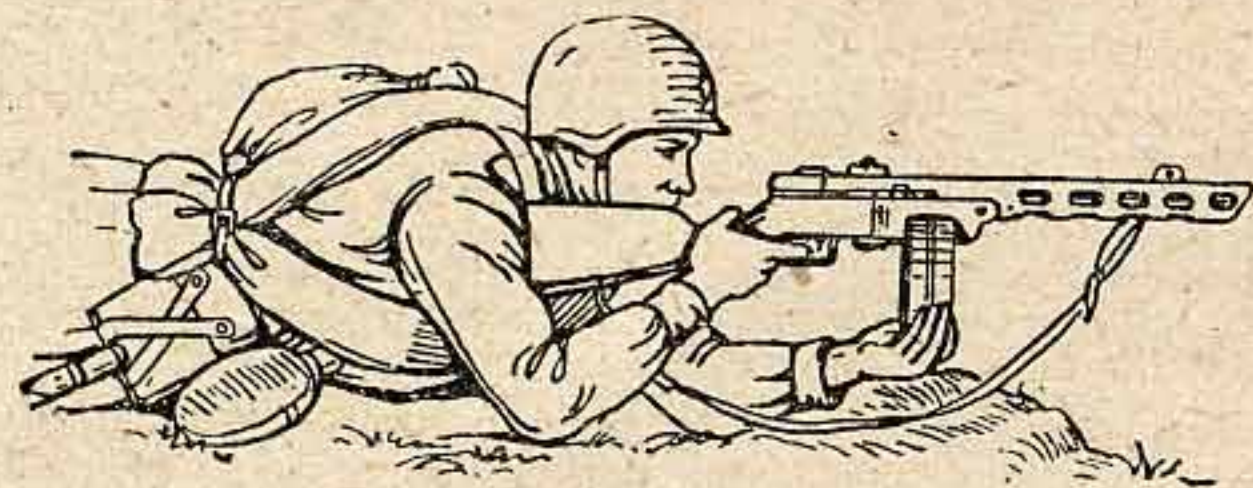

Рис. 61. Левая рука под магазином на упоре
67. Для прикладки нужно, не теряя цели из виду, плотно упереть приклад в плечо, одновременно наклонить голову немного вперёд, не напрягая шеи, приложить правую щеку к прикладу; левой рукой поддерживать автомат на ладони, снизу между магазином и спусковой скобой (рис. 60) или под магазином (рис. 61); правой ру-